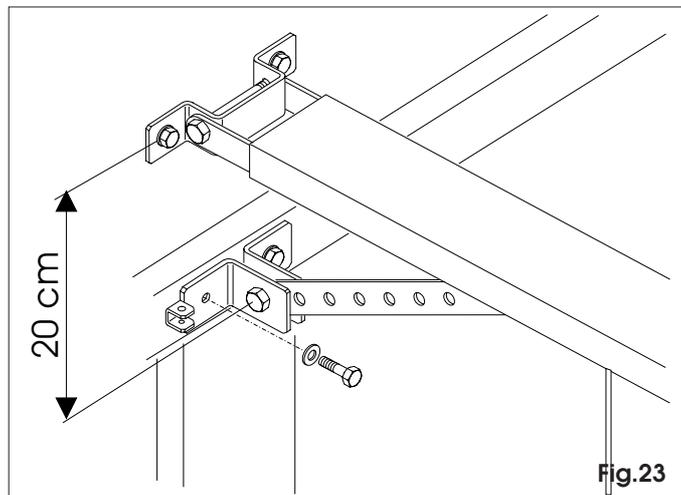

Fig.23
**N.B. : La distance entre la bride tige d'entraînement et bride binaire de glissement ne doit pas dépasser 20cm (max 30°) (fig.23).**
7.22 Après avoir fixé la position, percer et fixer avec des vis appropriées (fig.23).